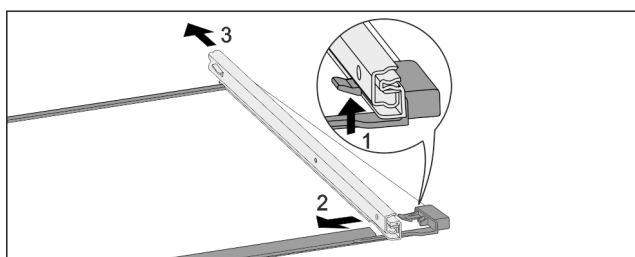

Fig. 150 Glassplate med skinner
- Trykk den fremre festespaken oppover. Fig. 150 (1)
- Skyv uttrekksskinne til side Fig. 150 (2) og skyv bakover Fig. 150 (3) og bort.